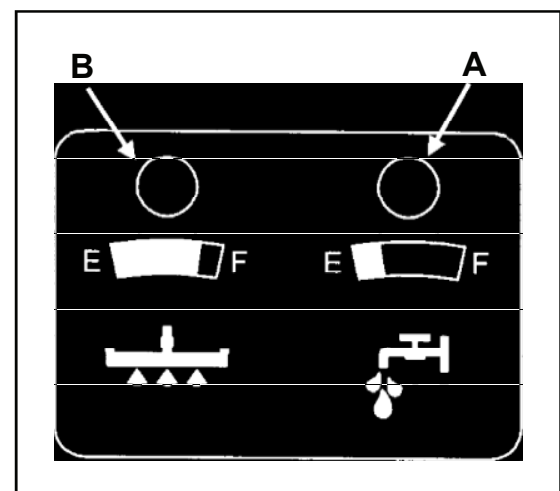

Рисунок 23
**Как снимать показания индикатора отсутствия моющего средства (см. рис. 23, А)**
**Как снимать показания индикатора полного выделения (см. рисунок 23, В)**